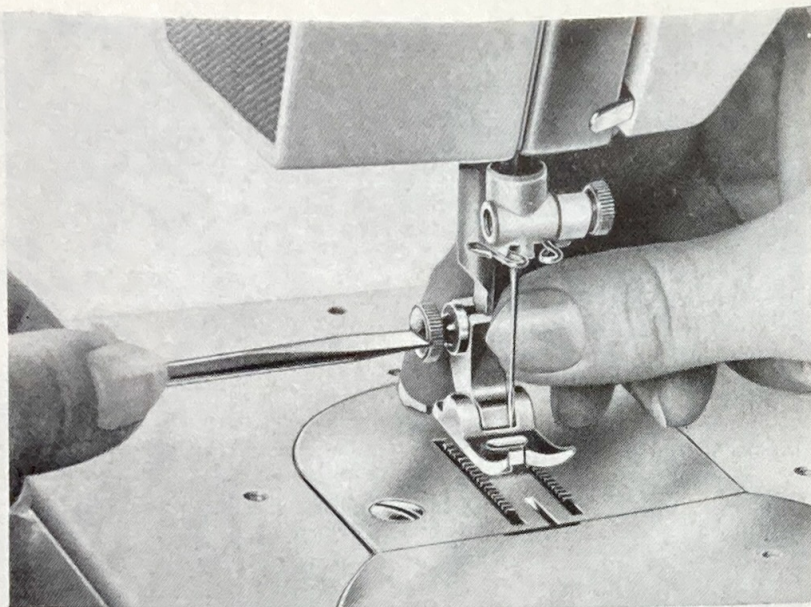

Abb. 17
17. Auswechseln des Nähfußes (Abb. 17)